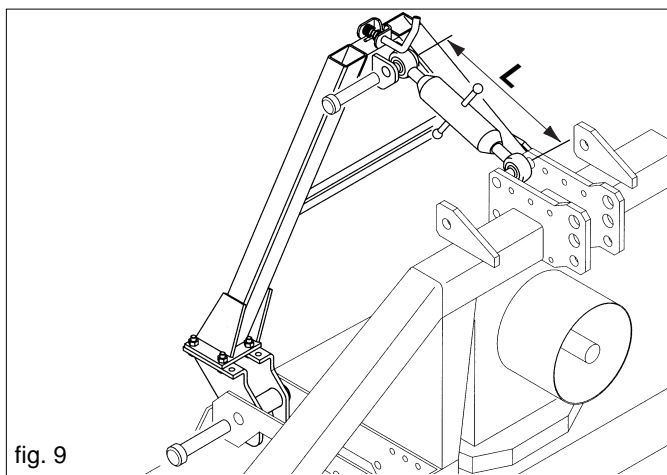

fig. 9
Gemeinsam mit der Sämaschine kann auf Wunsch des Kunden ein Dreieck zum schnellen an und abhängen der Sämaschine an die damit kombinierte Landwirtschaftsmaschine geliefert werden. Dieses Dreieck wird fix auf die Landwirtschaftsmaschine montiert (Abb. 9). Zur Gewährleistung des korrekten Ankuppelns der Sämaschine an die Ausrüstungen MASCHIO (Siehe Tabelle 2) ist die Länge (L) der Drei-Punkt-Spannstange wie auf Abbildung 9 dargestellt einzustellen.